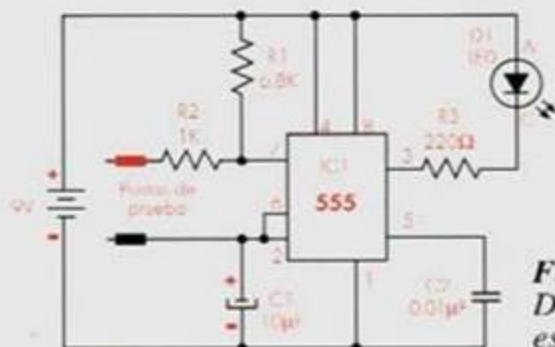

Figura 1.
- Arme en el protoboard el circuito que aparece en el diagrama esquemático de la figura 1. Puede usar como guía el diagrama pictórico. Recuerde que puede montar los componentes en cualquier orden, a excepción de la batería, la cual debe conectarse de último. Revise la orientación del circuito integrado, de tal modo que sus pines no queden invertidos.